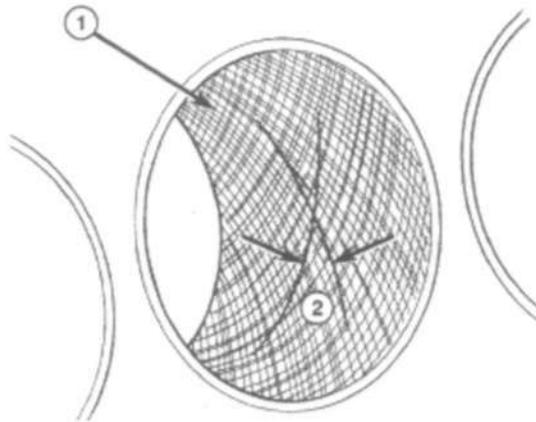

Рис. 36 Штриховое пересечение на диаметре цилиндра
(3) Хонингование выполняется движением головки вверх и вниз со скоростью, достаточной для получения сетки. **Пересечение** рисок от хонингования под углом 40-60° является оптимальным для надлежащей посадки колец (Рис. 36).
(4) Для получения необходимого угла штрихов необходима регулировка скорости двигателя хонинговальной головки в пределах 200-300 об/мин. Количество проходов вверх и вниз в минуту подбирается так, чтобы получить угол пересечения 40-60°. Более высокая скорость проходов повышает угол пересечения штрихов.
(5) После хонингования необходимо очистить блок еще раз для удаления следов абразива.